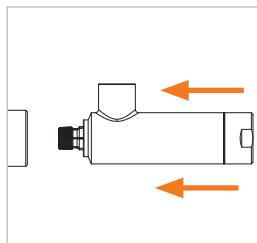

Abbildung 11
- ▶ Stecken Sie den Adapter mit angelegtem Steuerdruck gerade und soweit in den Prüfling ein, bis die Frontdichtung (Pos. 7) den Prüfling berührt (*Abbildung 11*). Dadurch wird eine Beschädigung der Frontdichtung durch eventuell scharfe Kanten am Prüfling vorgebeugt und das richtige Anschließen gewährleistet.